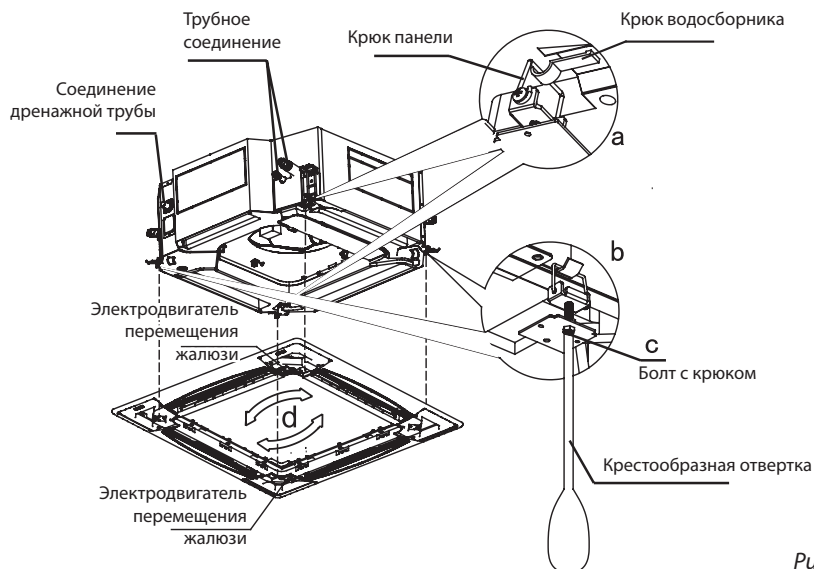

Рис. 4-15
- 2) Скрепите скобы на панели со стороны электродвигателя перемещения жалюзи с противоположной стороны с соответствующими скобами поддона для сбора конденсата. (См. рис. 4-15 а). Затем подвесьте две другие скобы панели на соответствующие крюки корпуса. (См. рис. 4-15 b)
- 4) Поворачивая винты на креплениях панели, придайте ей строго горизонтальное положение и прикрепите панель к подвесному потолку. (См. рис. 4-15 c)